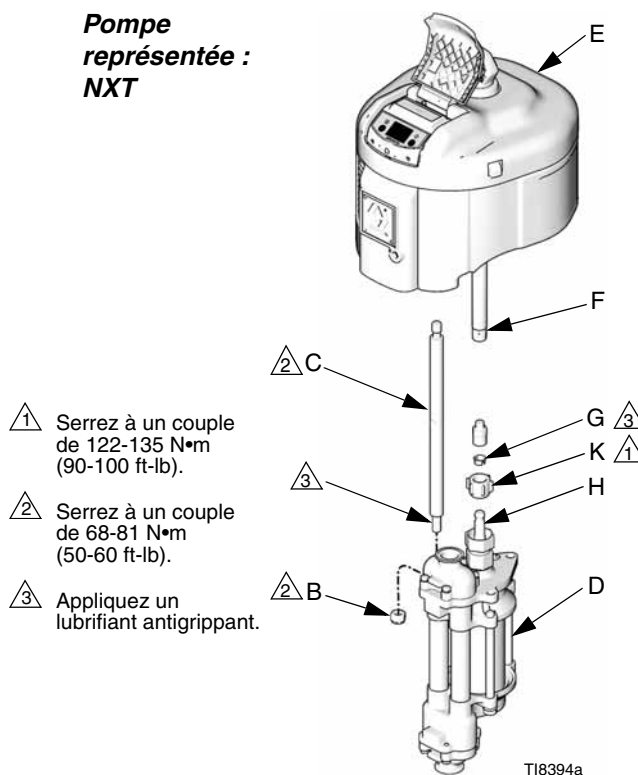
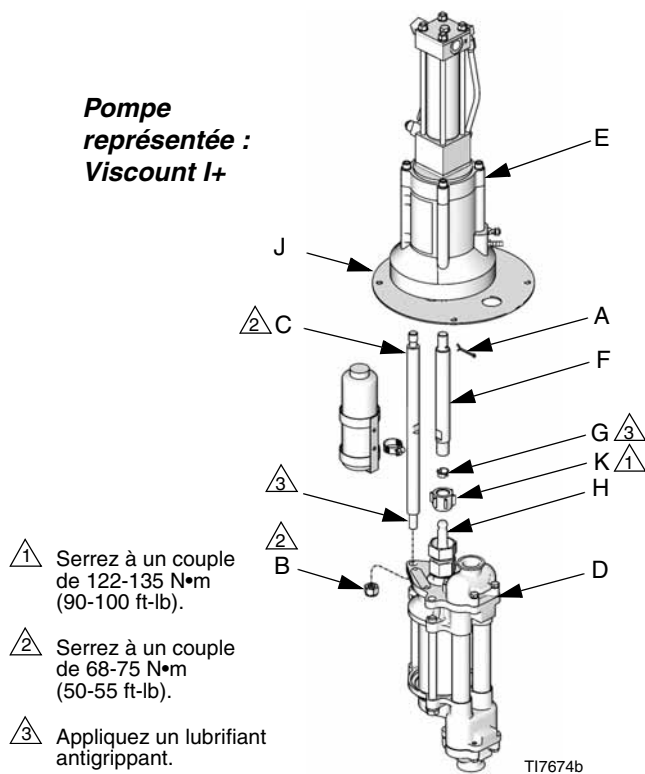

FIG. 2
FIG. 3
3. Desserrez l'écrou d'accouplement (K) et retirez les bagues (G). Dévissez l'écrou d'accouplement de la tige de piston (H). Dévissez les écrous (B) des barres d'accouplement (C). Retirez le bas de pompe (D) du moteur (E). Consultez la FIG. 2 et la FIG. 3.
1. Sur les pompes Viscount I+, desserrez les vis sans les enlever, en maintenant la plaque de l'adaptateur (J) sur le moteur (E). Consultez la FIG. 3.
2. Vissez les barres d'accouplement (C) dans la plaque de l'adaptateur (J) et serrez à un couple de 68-75 N•m (50-55 ft-lb). Sur les pompes Viscount I+, les barres d'accouplement se visseront dans les orifices taraudés de l'embase du moteur.
3. Remplissez de graisse la cavité dans le bas de l'axe du moteur. Vissez la tige d'accouplement (G) sur l'arbre moteur jusqu'à ce que les orifices de goupille soient en face. Sur les pompes Viscount I+, installez la goupille (A) dans le premier orifice à l'extrémité de la tige.
4. Alignez le bas de pompe (D) aux barres d'accouplement (C) et installez les écrous des barres d'accouplement (B) sans les serrer.
4. Dévissez l'écrou d'accouplement (K) de la tige de piston (H). Permettez à l'écrou et aux bagues (G) de reposer sur la tige du piston. Consultez la FIG. 2.
7. Levez l'axe du moteur puis retirez l'écrou d'accouplement (K) et les bagues (G). Consultez la FIG. 2 et la FIG. 3.
12. Installez le joint torique (36†) sur la cartouche de presse-étoupe (35). Appliquez du lubrifiant sur les filetages de la cartouche de presse-étoupe et vissez la cartouche dans le corps de pompe supérieur (1). Serrez la cartouche de presse-étoupe à 135 N•m (100 ft-lb).
13. Resserrez bien l'écrou (21), et tournez-le encore d'un 1/4 de tour. Si vous avez une clé dynamométrique, serrez d'abord l'écrou à 40 N•m (30 ft-lb), puis resserrez-le à un couple de 20-27 N•m (15-20 ft-lb).
14. Vissez l'écrou d'accouplement (K) et les bagues (G) sur la tige du piston (H). Serrez à un couple de 197-203 N•m (145-150 ft-lb). Consultez la FIG. 2.
15. Sur les pompes Viscount I+, réinstallez la goupille (A). Si nécessaire, rebranchez l'alimentation hydraulique et mettez le piston de la pompe à mi-course. Installez la goupille dans le premier orifice à partir de l'extrémité de la tige.